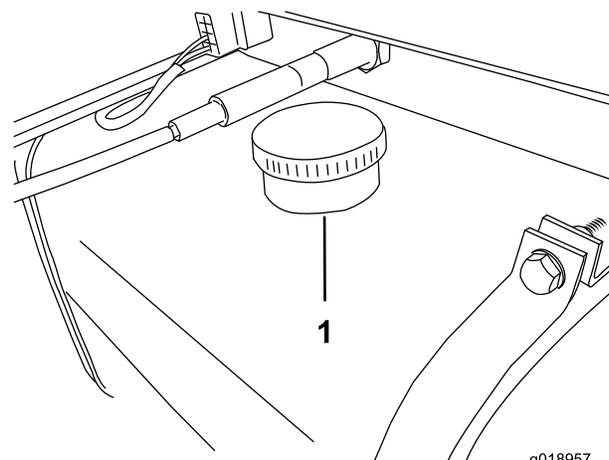

Figure 12
4. Nettoyez la surface autour du goulot de remplissage du réservoir hydraulique (Figure 12).